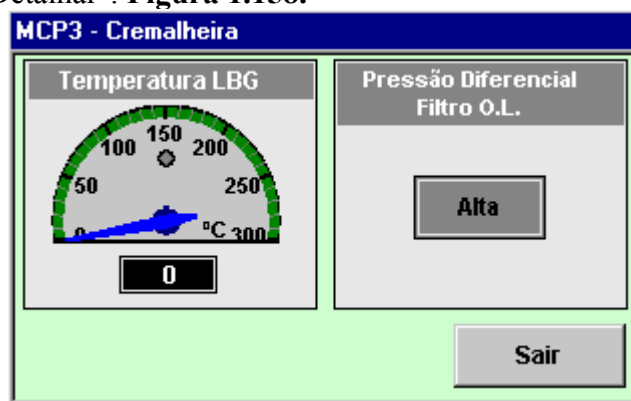

Figura 1.158. Janela da cremalheira
- Indicação de "Moderador da cremalheira". Janela de Detalhes, acessível pelo botão direito do mouse seguido da opção "Detalhar". **Figura 1.158.**